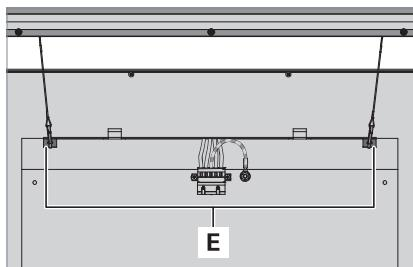

Fig. 7: Accrocher l'élément de lumière directe.
- ▶ Accrochez l'élément de lumière directe dans les deux crochets **E** sur le cadre du luminaire, voir Fig. 7.